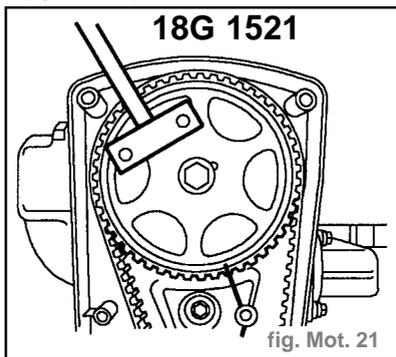

fig. Mot. 21
- Poser la pige de blocage **18G 1717** au travers du pignon de pompe d'injection et dans le trou de la plaque de fixation (fig. Mot. 21).
- Desserrer le boulon Allen (10) de la poulie du tendeur (fig. Mot. 21).
- A l'aide d'une clef dynamométrique sur la plaque du tendeur (11), tendre la courroie à **0,6 daN.m**.
- Desserrer 4 boulons maintenant le pignon de pompe d'injection sur le moyeu et poser la pige de blocage de pompe d'injection **18G 1717** (fig. Mot. 21 et 22).